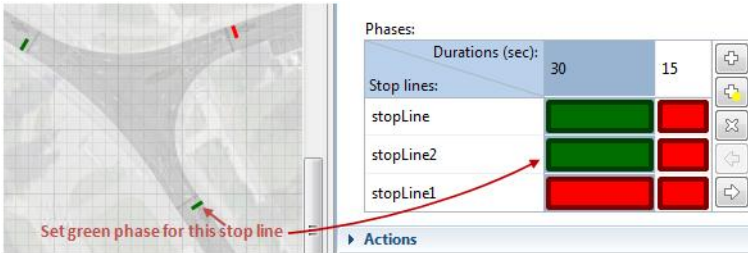

Рисунок 2.87 – Налаштування першої фази світлофора
- Натисніть на стоп-лінії в графічному редакторі, як показано на рис. 2.87. Ви побачите, що колір стоп-лінії зміниться із червоного на зелений. Аналогічним чином зміниться і колір відповідного осередку таблиці *Phases*.